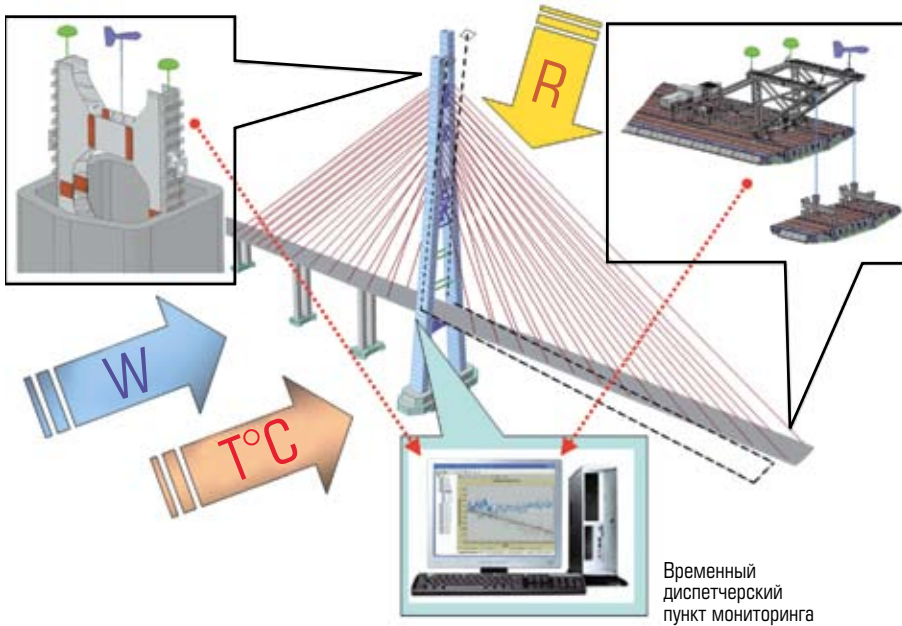

Рис.4. Общая схема контроля геометрии на монтаже при воздействии внешних факторов
Определение координат контрольных точек элементов вантово-балочной системы осуществляется на соответствующих стадиях монтажа вант. На рис. 4 приведена общая схема контроля геометрии на монтаже при воздействии внешних факторов — ветра (W), температуры воздуха (T) и радиации (R). Исходя из гипотезы о недеформируемости контура монтируемых конструкций пилона и балки жесткости вблизи зоны монтажа, съемка может вестись в условиях динамических перемещений от внешних воздействий.